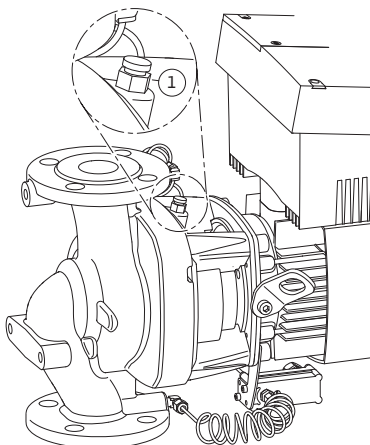

Fig. 46: Клапан для выпуска воздуха
6. Сбросить давление в насосе путем открывания клапана для выпуска воздуха (рис. 46, поз. 1).